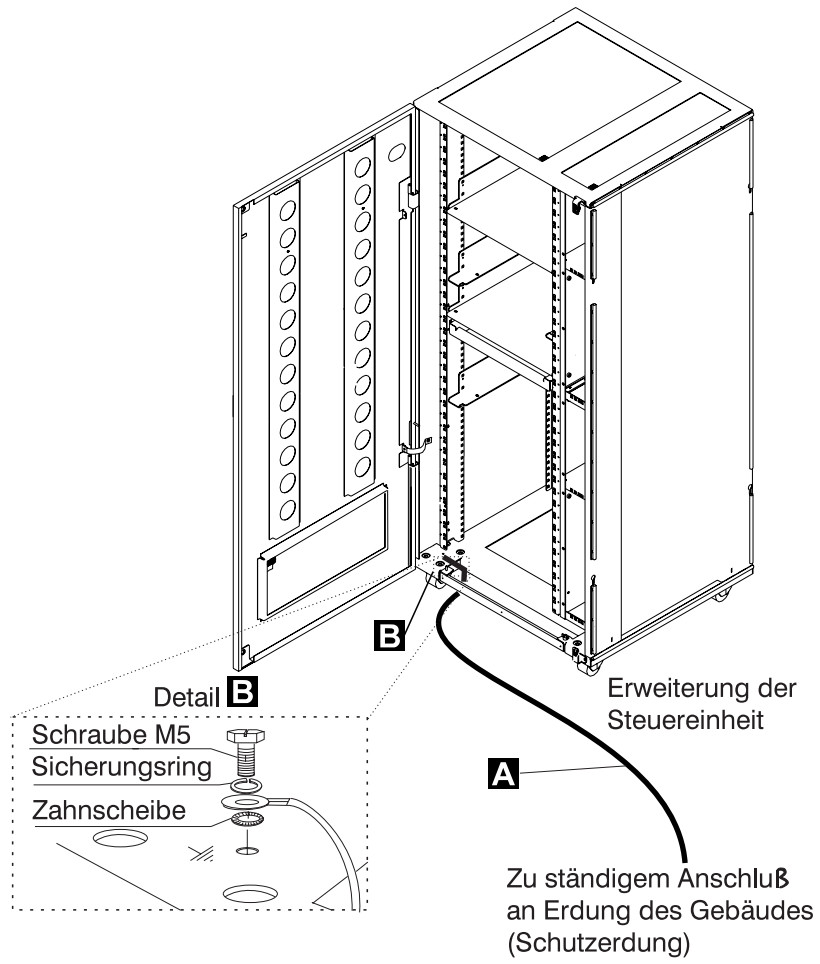
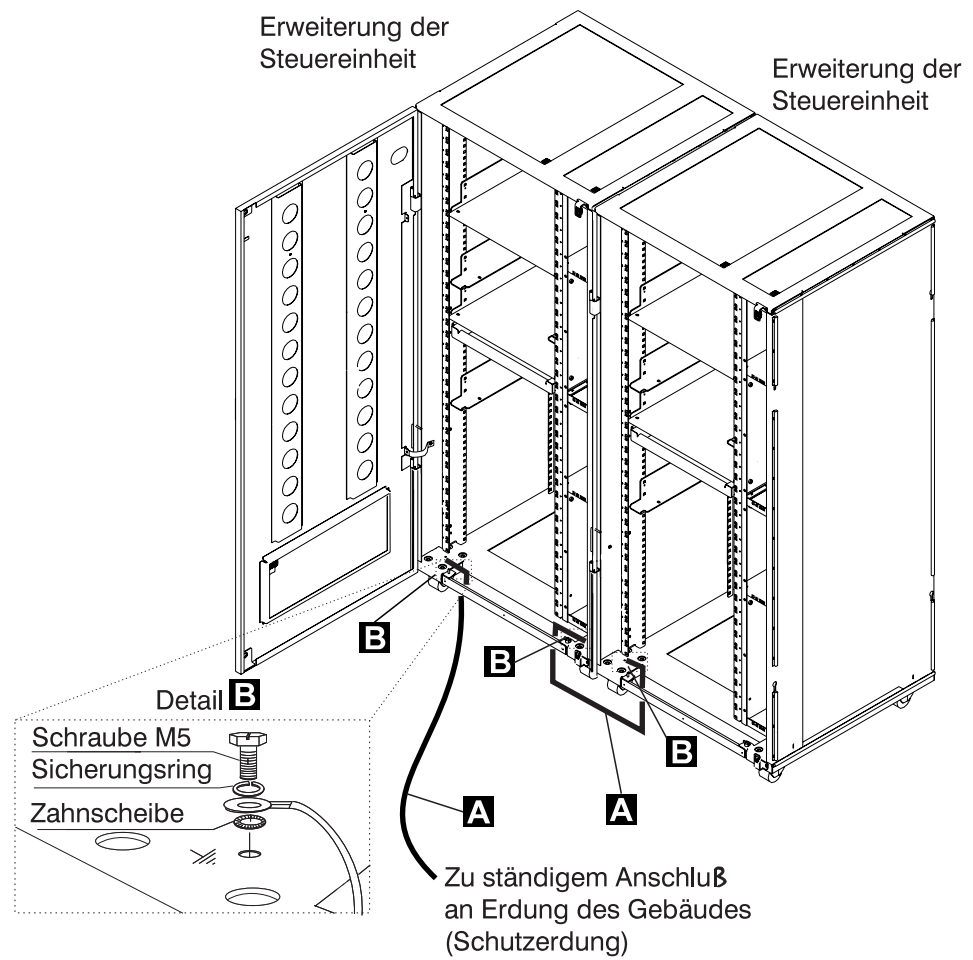
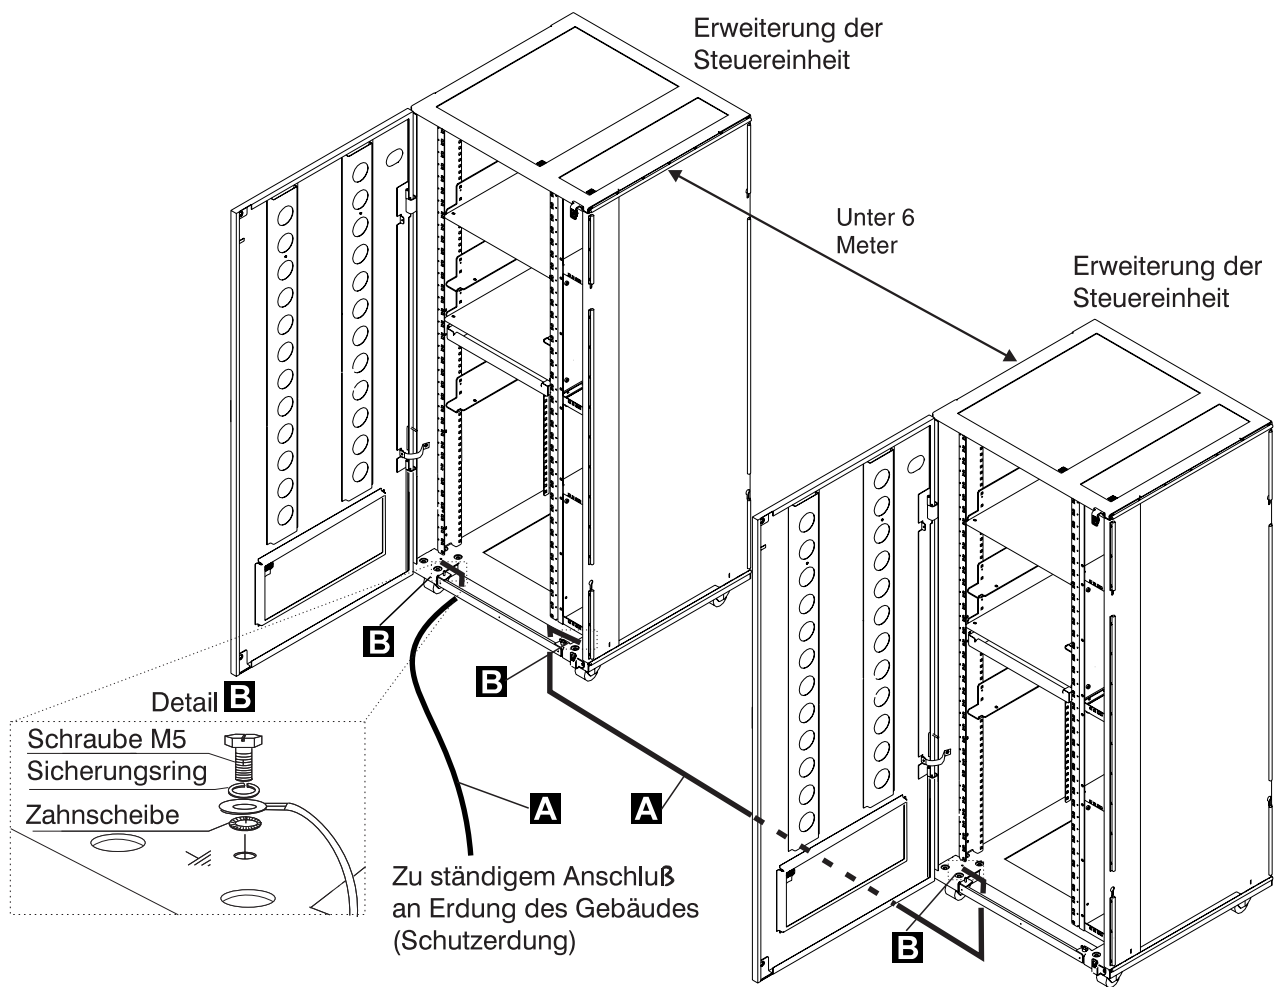
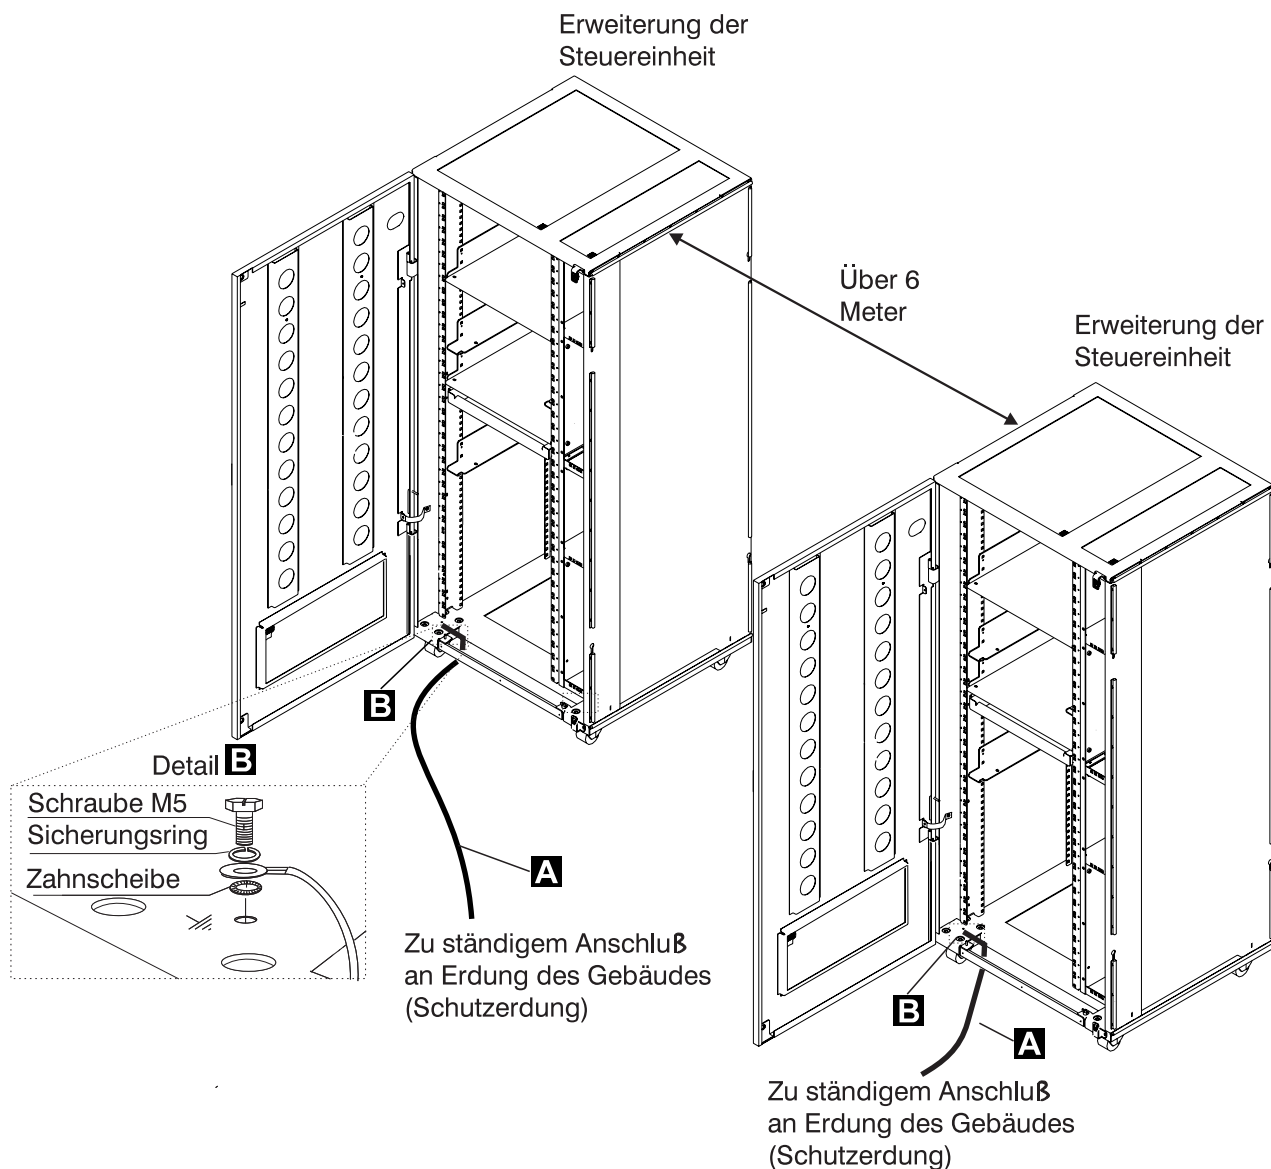

Figure 0-12. Schutzleiteranschluß an der Erweiterung der Steuereinheit
Figure 0-13. Schutzleiteranschluß zwischen angeschlossenen Erweiterungen der Steuereinheit.
Figure 0-14. Schutzleiteranschluß bei einem Abstand von weniger als 6 Meter zwischen den Erweiterungen der Steuereinheit.
Figure 0-15. Schutzleiteranschluß bei einem Abstand über 6 Metern zwischen den Erweiterungen der Steuereinheit.
Netzkabel und Schutzleiter **A** der Erweiterung der Steuereinheit nicht entfernen, damit die Erdung gewährleistet ist (siehe Figure 0-12 on page xxxviii, Figure 0-13 on page xxxix, Figure 0-14 on page xl bzw. Figure 0-15 on page xli).
- Bei der Erweiterung der Steuereinheit wird zusätzlich ein Schutzleiter **A** verwendet (siehe Figure 0-12 on page xxxviii, Figure 0-13 on page xxxix, Figure 0-14 on page xl bzw. Figure 0-15 on page xli).
- Wenn nur eine Erweiterung der Steuereinheit installiert ist, prüfen, ob der Schutzleiter **A** angeschlossen ist (siehe Figure 0-12 on page xxxviii).
- Wenn mehrere Erweiterungen der Steuereinheit installiert sind, prüfen, ob die Schutzleiter **A** gemäß Konfiguration angebracht wurden (siehe Figure 0-13 on page xxxix, Figure 0-14 on page xl bzw. Figure 0-15 on page xli).